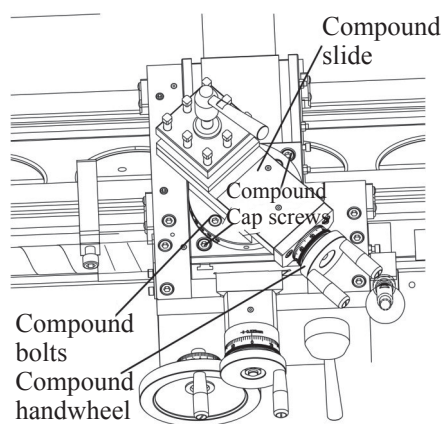

Bild 16: Lossa toppslidens skruvar och sexkantmuttrar.
4. Lossa toppslidens sexkantmuttrar (se bild 16) så att toppsliden kan vevas längs sin axel.
1. Lossa toppslidens skruvar (se bild 16) så att det går att rotera den runt dess egen axel.